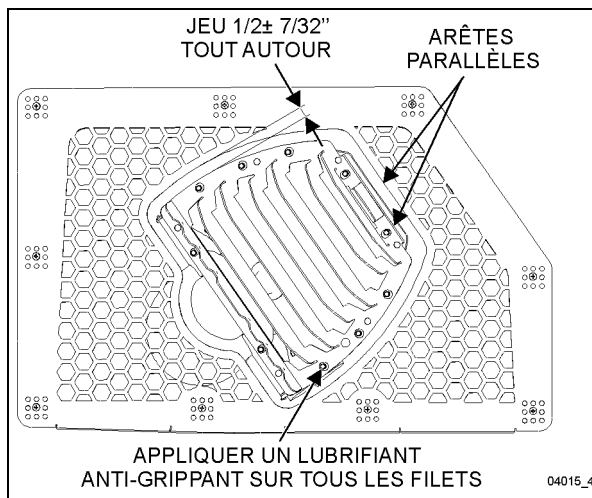

FIGURE 7 : RÉGLAGE DE LA POSITION DU DIFFUSEUR
2. Pour obtenir la position angulaire adéquate, s'assurer que les deux bords indiqués sur la figure 7 sont parallèles.